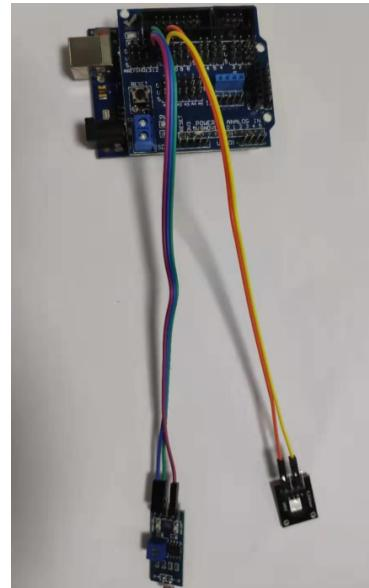

图 16.2: 实验接线图
- (1) 按照如图16.2所示的方式完成接线；
- (2) 打开 Arduino IDE，输入程序；
- (3) 检查无误后上传程序；
- (4) 调节光敏电阻模块的电位器（蓝色的突起），使其检测阈值在合适的范围内。然后改变环境光线的强度，观察 LED 灯模块的变化。